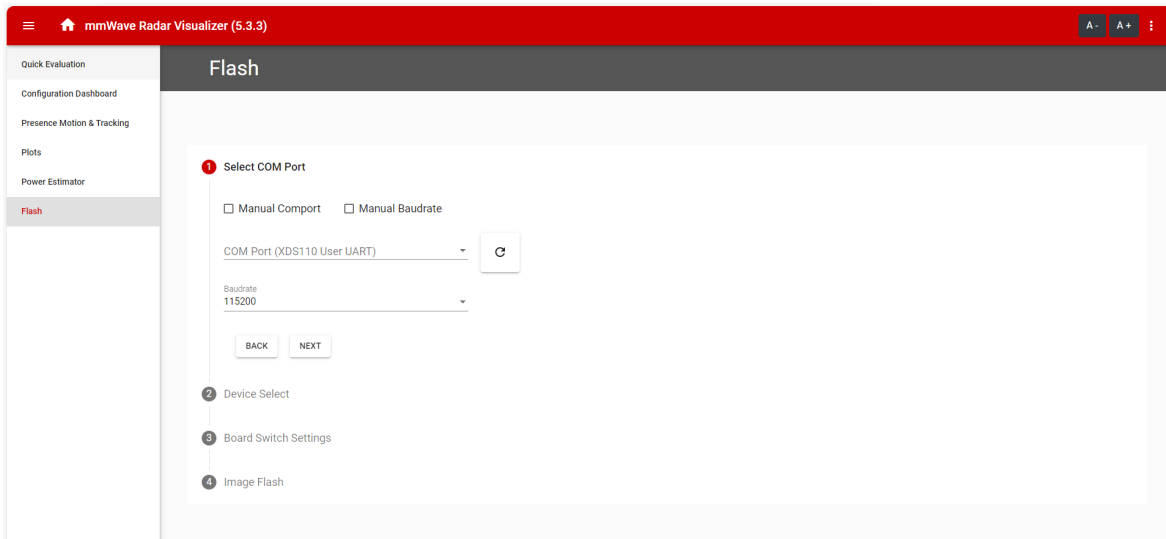

图 3-1. 可视化工具中的“Flash”选项卡
4. 运行 mmWave-L-SDK 工具文件夹内的毫米波可视化工具，使用刷写选项卡，按照说明操作，或使用 Uniflash 工具。与 图 3-1 中显示的类似。